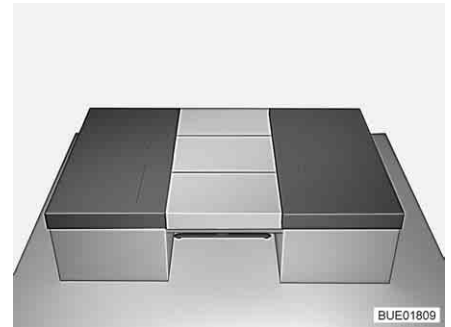

Fig. 84 Dopo la trasformazione
- Posizionare tre cuscini degli schienali sul tavolo (vedi Fig. 84).